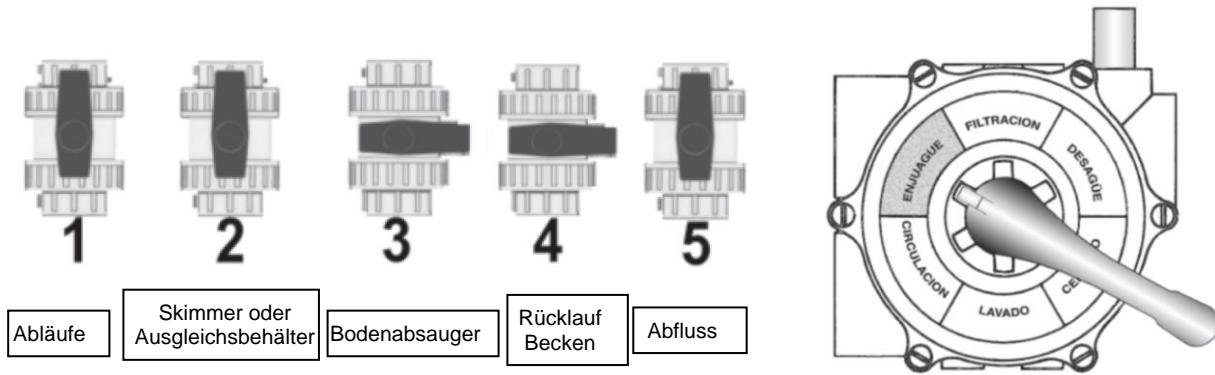

Abb. 7.2
- Stoppen Sie die Pumpe und positionieren Sie die Ventile wie in Abb. 7.2 dargestellt.